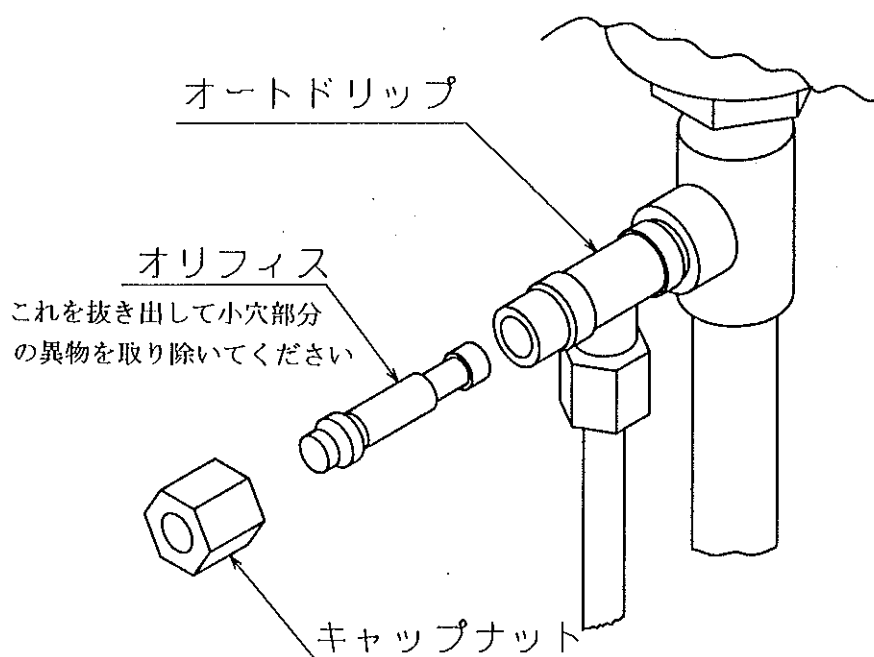
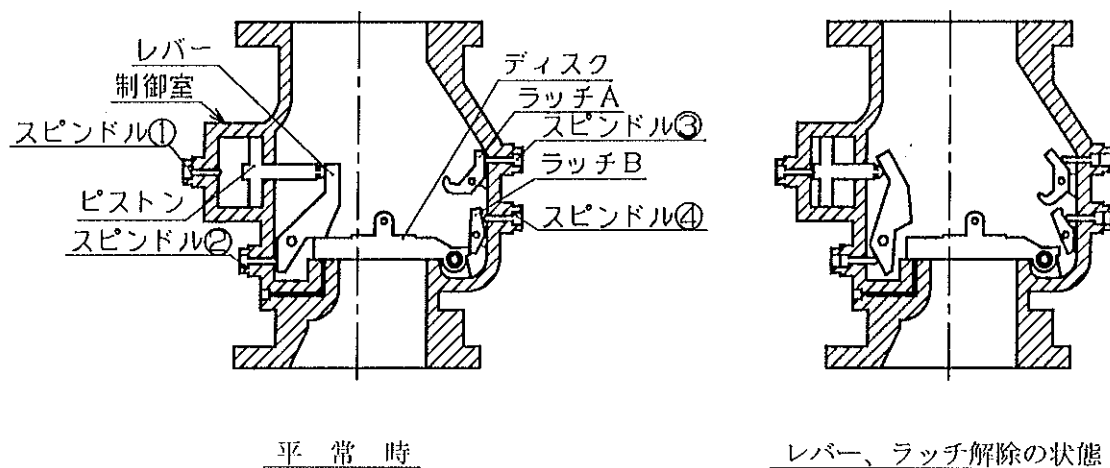
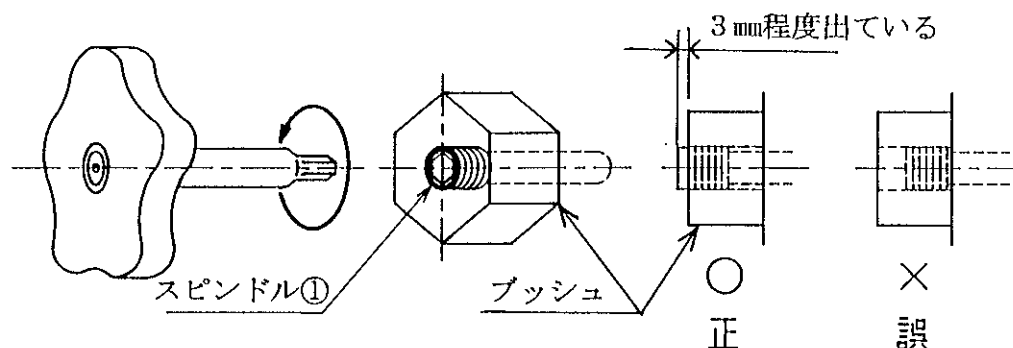

図 3
図 4
図 5 スピンドルの操作
- (1) 排水が完了し、本体内部の圧力がゼロになっていることを確認してください。
- (2) 本体カバーを開ける際、内部の残水が出てくる場合がありますので、バケツ及びウェスなどを準備してください。
- (3) 本体カバーを開けてください。
- (4) 次のページの図4を参照して手動弁を少し開けてからスピンドル②を右回転にまわして止まるところまでねじ込んで下さい。レバーは解除されます。
- (5) ディスクを持ち上げて全開にします。この時「カチッ」と音がして、ディスクがラッチに引っ掛かり全開したままとなります。
- (6) ディスク及びシートの清掃を行ってください。
- (7) 図3を参照してオートドリップのオリフィスを抜き出して清掃を行ってください。
清掃が終わりましたら、図4、図5を参照してディスクを着座させてください。